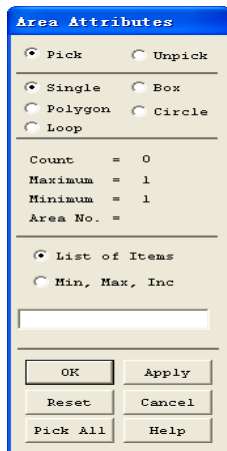

图 2-50 “Area Attributes”拾取对话框
(1) 依次单击: Main Menu→Preprocessor→Meshing→Mesh Attributes→Picked Areas, 给所选择的面赋予属性。弹出“Area Attributes”拾取对话框, 如图 2-50 所示, 也可以在图形窗口中用鼠标拾取要选择的面, 还可以在空白输入栏中输入面对应的编号。